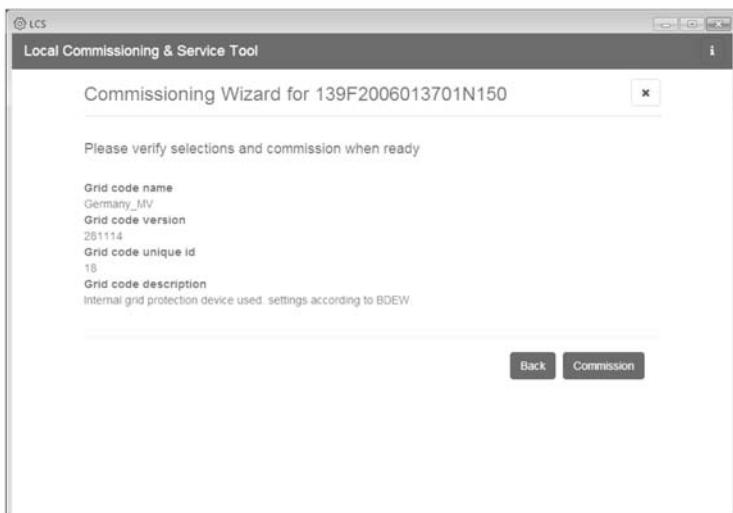

Figura 5.7 LCS-Tool – Verifica del paese e del codice rete
9. LCS-Tool chiede di confermare il paese selezionato e il codice rete. V. figura 5.7. Una configurazione non corretta può essere modificata usando il pulsante [Back] e cambiando le impostazioni nella finestra precedente.